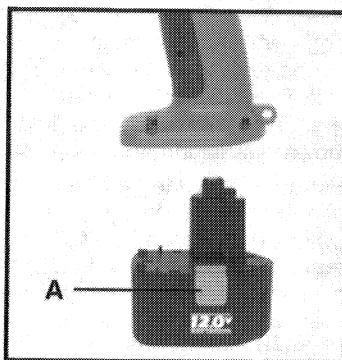

Fig. 6
**PARA QUITAR EL PAQUETE DE BATERÍA:** Apriete los dos botones para soltar la batería (A) Fig. 6, (uno está a cada lado del paquete) y tire (jale) el paquete de batería de la herramienta.